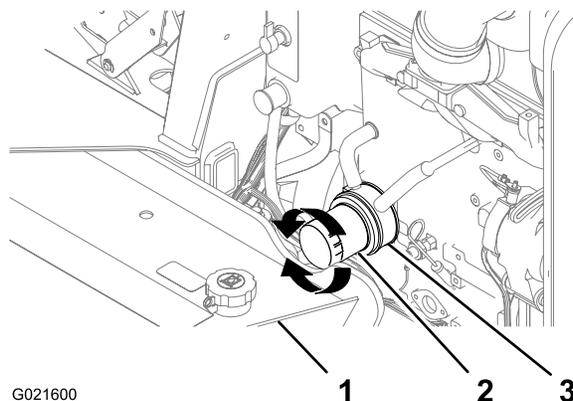

Figure 45
- Placez un petit bac de vidange sous le filtre à huile et son adaptateur (Figure 45).
- Tournez le filtre à huile dans le sens antihoraire et déposez-le (Figure 45).
7. Alignez le filtre à huile neuf sur l'adaptateur et tournez-le dans le sens horaire jusqu'à ce que le joint du filtre rejoigne l'adaptateur (Figure 45).
8. Serrez le filtre à huile à la main de 1/2 tour supplémentaire (Figure 45).